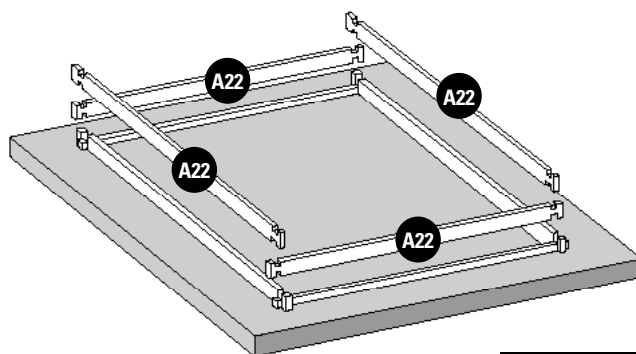

Fig. 2 / Abb. 2 / Afb. 2
- EN** **2nd LAYER OF BOARDS:** • Install the second layer of boards as shown in figure 2. • There is a wooden wedge in the structure packet to correctly assemble the boards. • Never directly hit against the boards. You would damage the pegs and would weaken the structure. Do not hit them with anything metallic. This would inevitably damage the wood. • Try to correctly assemble the boards right from the start. There should not be any space between each layer of boards to avoid maladjustment of the higher boards.
- FR** **2ÈME RANGÉE DE MADRIERS:** • Positionnez les madriers de la deuxième rangée conformément à la figure 2. • De manière à emboîter correctement les madriers, une cale en bois est à votre disposition dans le colis de structure. • Ne pas taper directement sur les madriers. Cela abîmerait les languettes et nuirait à la solidité de la structure. • Ne pas frapper avec une pièce métallique. Cela détériorerait le madrier irrémédiablement. • Veillez à emboîter bien à fond les madriers dès le départ. Il ne doit pas y avoir d'espace entre chaque rangée pour éviter un décalage au niveau des madriers supérieurs.
- DE** **2. BRETTERREIH:** • Platzieren Sie die Bretter der zweiten Reihe laut Abb. 2. • Um die Bretter richtig anbringen zu können, finden Sie einen Holzkeil im Paket des Tragwerks. • Nicht direkt auf die Bretter klopfen. Das würde die Zapfen und die Festigkeit des Tragwerks beschädigen. • Nicht mit einem Metallteil darauf klopfen. Es würde das Holz unabänderlich beschädigen. • Versuchen Sie, die Bretter von Anfang an tiefgehend ineinander zu fügen. Zwischen den Reihen darf kein Platz sein, um eine Fehlanpassung der oberen Bretter zu vermeiden.
- NL** **2ª RIJ PLANKEN:** • Plaats de planken van de tweede rij zoals aangegeven op afbeelding 2. • Om de planken correct te assembleren, zit er een houten wig in het pakket van het frame. • Sla niet direct op de planken. Daardoor gaan het profiel kapot en wordt de stevigheid van het frame ondermijnd. • Sla er niet direct op met metaal. Hierdoor raakt het hout onherstelbaar beschadigd. • Zorg ervoor dat de planken vanaf het begin stevig op elkaar aansluiten. Er mag geen ruimte tussen de rijen overblijven, om te voorkomen dat de bovenste houtdelen onregelmatig uitkomen.